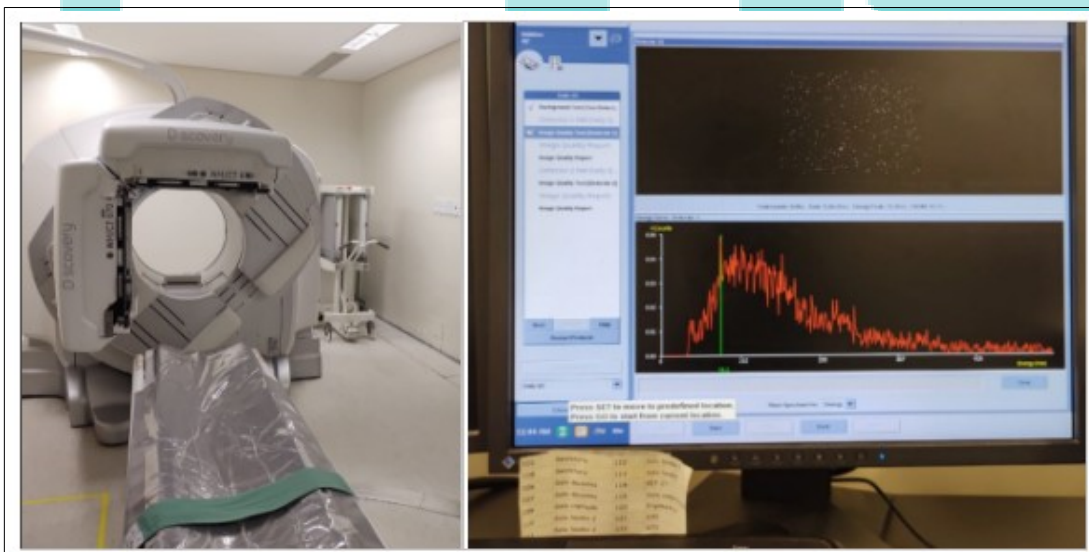

Figura 6 – Esquerda: posição para aquisição do teste. Direita: botão “Start” para iniciar a aquisição.
6. Aguardar até que os detectores atinjam a posição para iniciar a aquisição do teste, pressionando o botão “Start” na interface do computador, conforme a **Figura 6**;